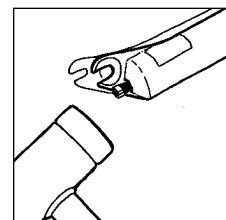

Fig. 4
2. Allentare parzialmente i bulloni dell'albero con una chiave esagonale da 6 o 8 mm, picchiettare con decisione i bulloni con un mazzuolo liberando gli alberi dal tubo inferiore e rimuovere completamente i bulloni (vedi fig. 4). Quando si rimuovono i bulloni dell'albero, l'olio del bagno d'olio aperto esce dal fondo dei tubi inferiori. Raccogliere l'olio utilizzando uno straccio.